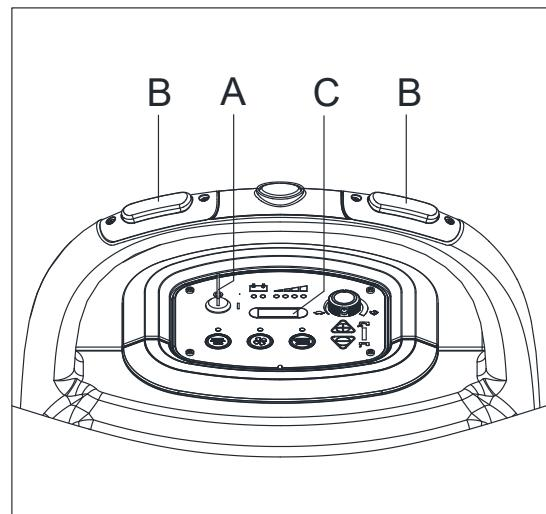

Рисунок 22
- Поверните ключ зажигания (A, Рисунок. 22) на "I".
- Нажмите на переключатель (B) и прочтайте на счетчике часов (C) полное количество рабочих часов (очистки/сушки) машины.
- Нажмите на переключатель (B) еще раз.
- Поверните ключ зажигания (A) на "0".
- Поверните ключ зажигания (A, Рисунок 22) на "0".